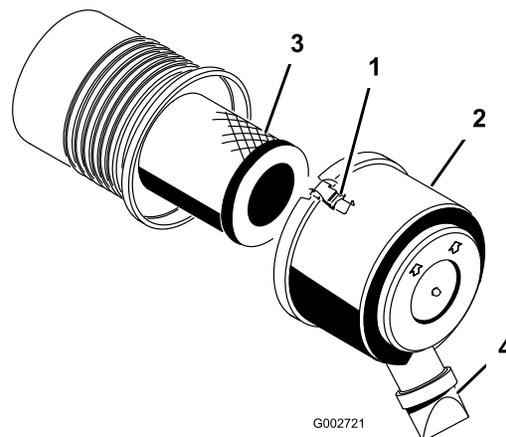

Figura 18
1. Rilasciate i fermi che fissano il coperchio del filtro dell'aria al relativo corpo (Figura 18).